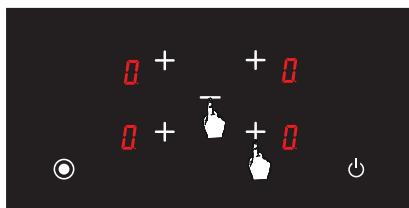

Рис. 13
2. У разі одночасного натискання кнопки вибору відповідної конфорки та кнопки **-** рівень температури відповідної конфорки знижується до **0** (Див. рис. 13).